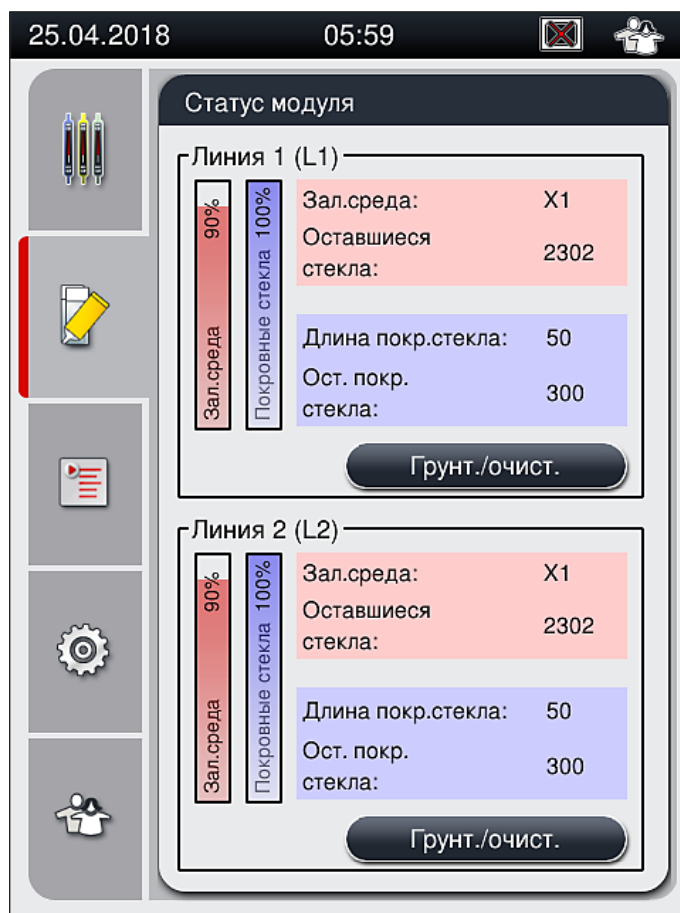

Рис. 53
10. Данные колб с заключающей средой, установленных и распознанных программным обеспечением прибора, и Статус модуля (→ Рис. 53) обновляются.